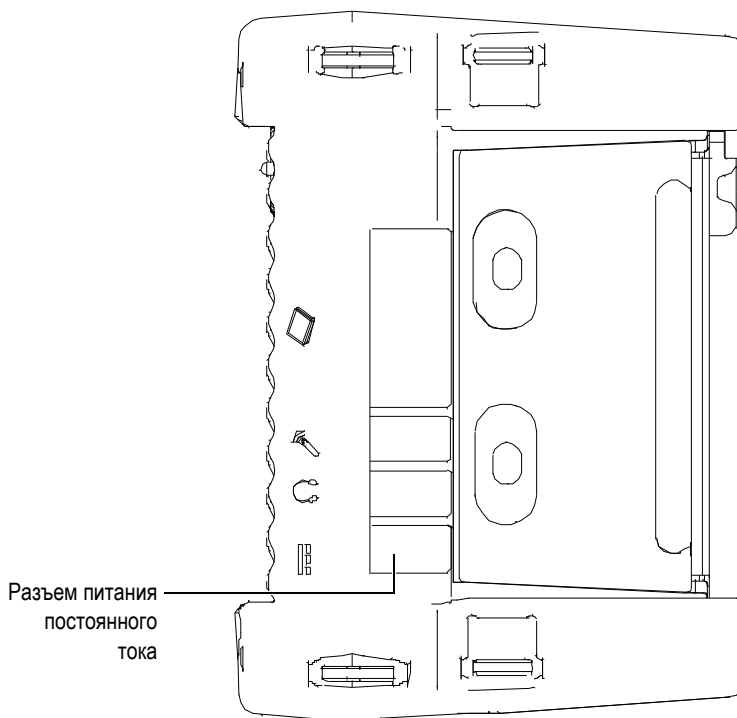

Рис. 8-1 DC разъем адаптера питания OmniScan MX
2. На правой панели прибора OmniScan MX поднимите резиновую крышку, закрывающую разъем адаптера постоянного тока (см. Рис. 8-1 на стр. 93).
3. Подключите адаптер питания постоянного тока к DC разъему адаптера OmniScan MX (см. Рис. 8-1 на стр. 93).